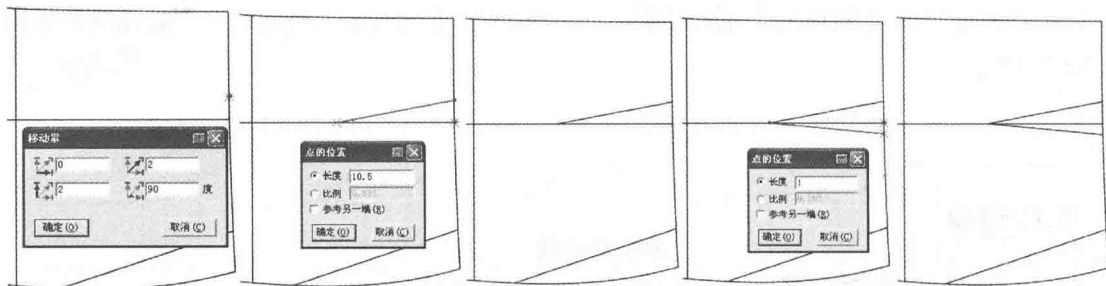

图 7-23 画腰省
(22) 绘制腰省。
① 选择  【智能笔】工具绘制第一个腰省 (图 7-23)。